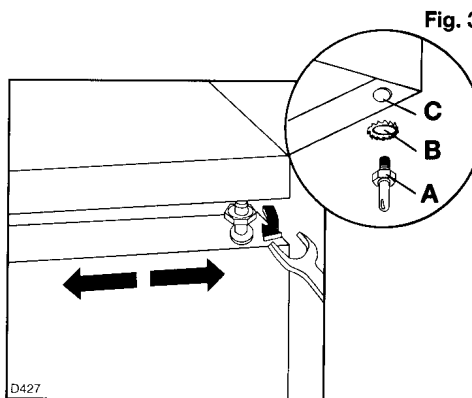

Fig. 3
Enlevez la porte en la dégageant du pivot supérieur (A-Fig. 3).
Otez le pivot et la rondelle (A+B-Fig. 3) de la charnière (C) et montez-les sur le côté opposé.
Pour faire cela, utilisez une clé de 10 mm comme indiqué dans la figure 3; dévissez l'écrou, alignez la porte en la poussant vers la droite ou la gauche, puis resserrez l'écrou.